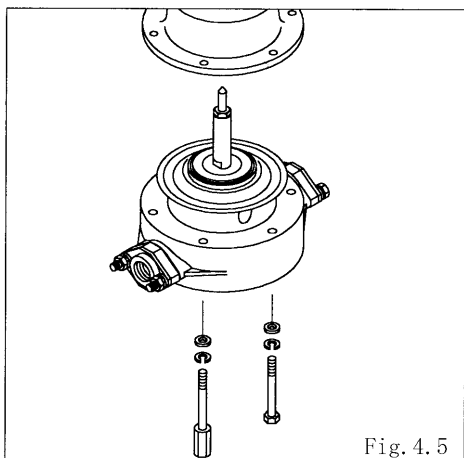

Fig. 4.5
- 拆下外壳的安装螺栓和双头螺栓共6处，取下外壳。（AD-10、AD-25）〈Fig.4.5〉
- 拆下外壳的安装螺栓、双头螺栓、螺母各8处，取下外壳。（AD-40、AD-50）〈Fig.4.5〉
- 从本体上拔出隔膜、中盘和中央连杆。〈Fig.4.5〉